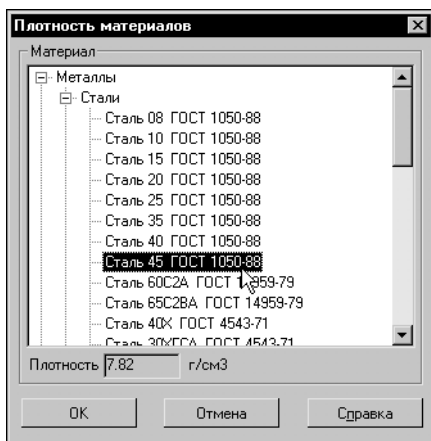

Рис. 47.10. Задание плотности материала
6. Выберите из списка *Сталь 45 ГОСТ 1050-88* и нажмите кнопку **ОК** (рис. 47.10).